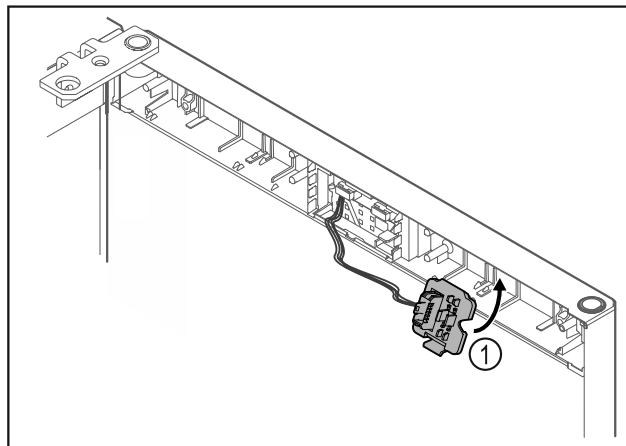

Fig. 15
- ▶ Установите и зафиксируйте держатель штекера Fig. 15 (1) на противоположной стороне.